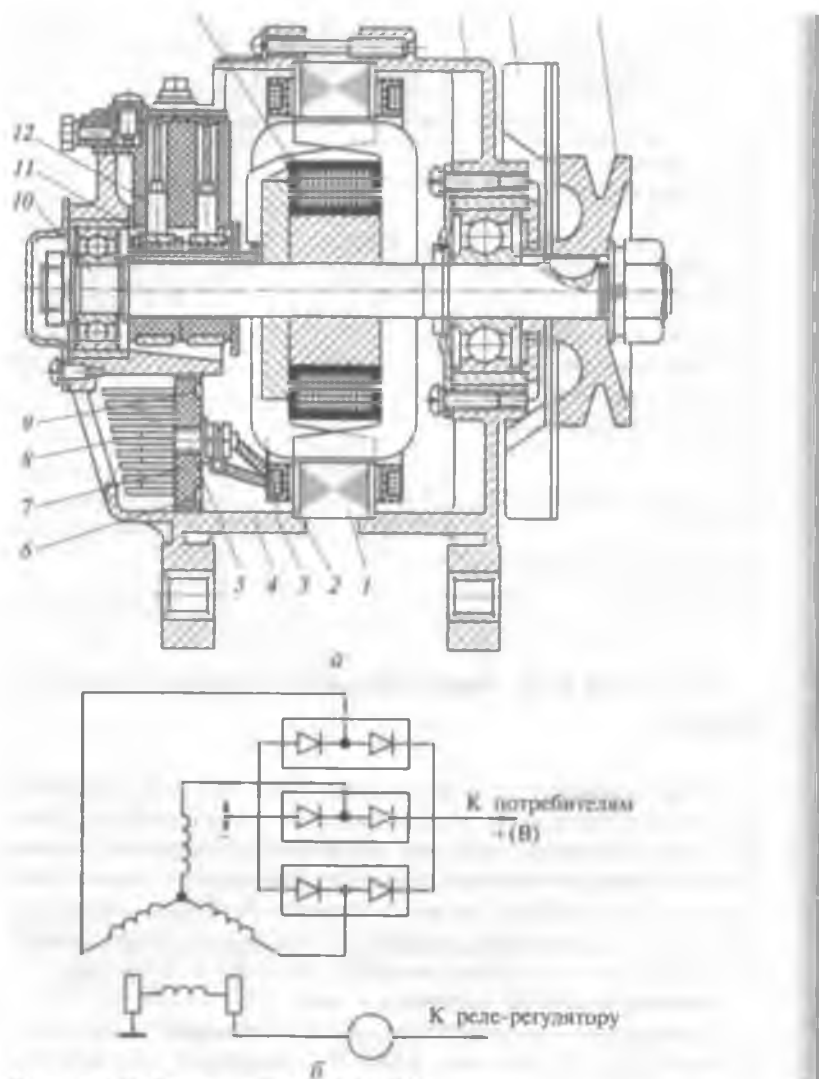

Рис. 1.22. Генератор Г250-Г1:
Иллюстративный материал — рис. 1.22—1.28.
1. Изучить устройство и принцип работы источников и потребителей электрического тока, используя учебные пособия и рис. 1.22.